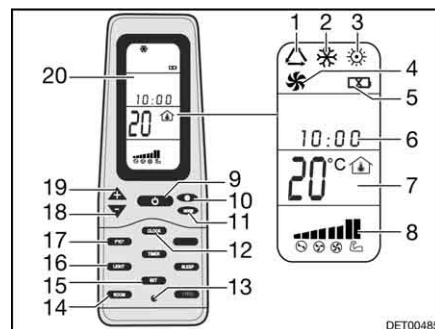

Fig. 200 Telecomando
- Premere il tasto ON/OFF (Fig. 200,9).
- Premere il tasto "Mode" (Fig. 200,11) spesso, finché la modalità desiderata (Fig. 200,1, 2, 3 o 4) viene visualizzata sul display (Fig. 200,20).
- Impostare la temperatura desiderata con i tasti "+" (Fig. 200,19) e "-" (Fig. 200,18).
- Con il tasto velocità dell'aria (Fig. 200,10) selezionare il livello desiderato per la ventola.